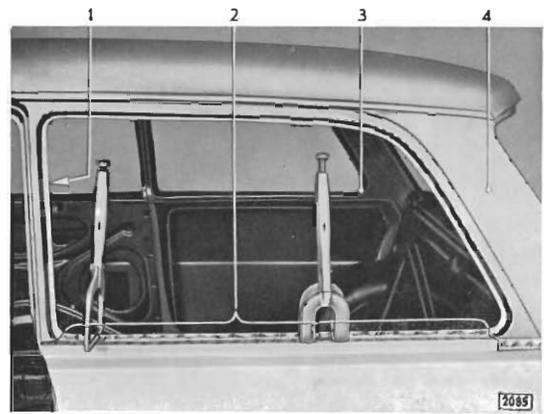

Bild 115 - Oberer senkrecht stehender Seitenwandflansch an unteren Seitenwandfensterrahmen
- 2 Seitenwand an unteren Seitenwandfensterrahmen (siehe auch Bild 115)